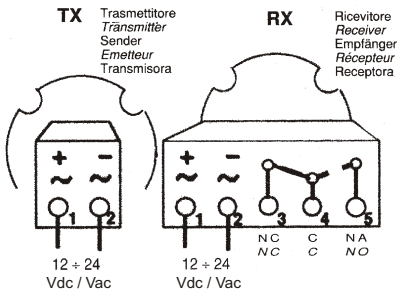

Fig.1
## 2.1 SCHEMAS DES BOITIERS DE CONNEXION (Fig. 1)
- 3.2** Préparer les câbles de connexion (0,5mm2 maxi flexibles) qui arrivent aux boîtes en les connectant aux respectives boîtes à bornes extraibles du récepteur et émetteur (les câbles doivent être le plus court possible) (Fig. 1).